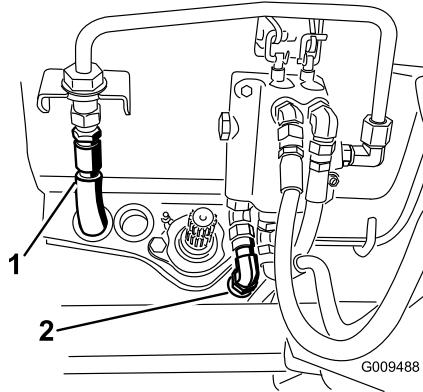

Figura 76
- Desconecte la manguera del depósito del tubo rígido de la válvula de control (Figura 76).
- Desconecte la manguera de presión de la válvula de control (Figura 76).